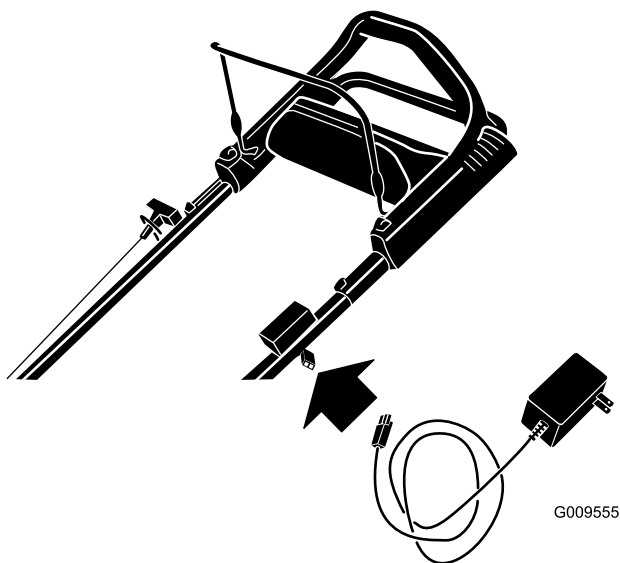

Figure 25
1. Branchez le chargeur au faisceau de câblage de la machine situé sous le démarreur électrique (Figure 25).